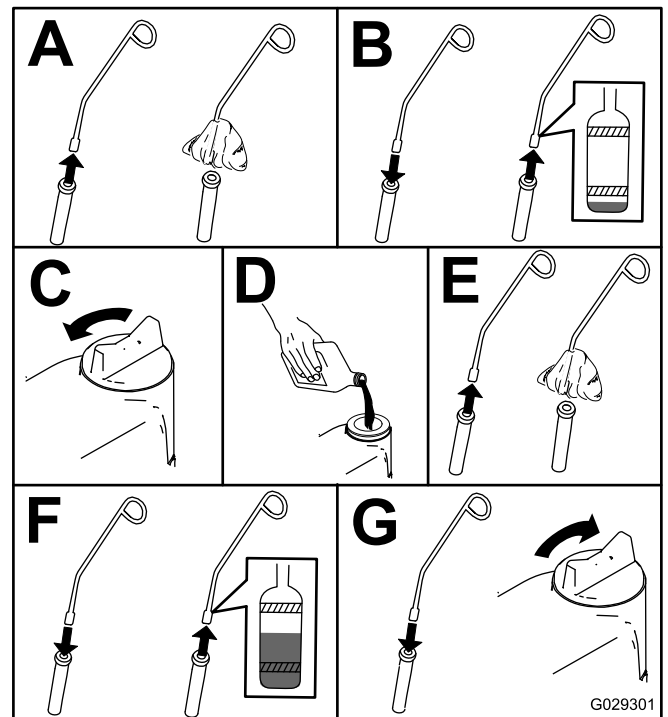

Figura 42
4. Compruebe el nivel de aceite del motor, tal y como se muestra en la Figura 42.